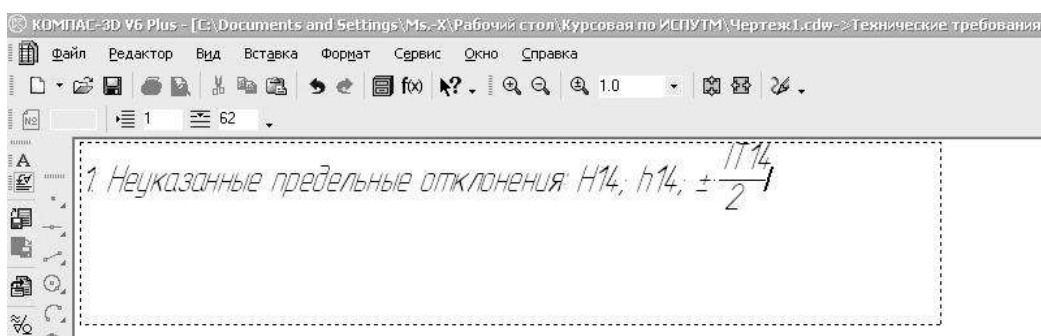

Рис.65 Ввод технических требований
1. Введите технические требования, вызвав команду **Меню – Файл – Вставка – Технические требования – Ввод**. В появившемся диалоге введите текст (Рис.65). Затем выполните команду **Меню – Файл – Сохранить – В чертёж** (Рис.63). Окно с техническими требованиями можно закрыть.